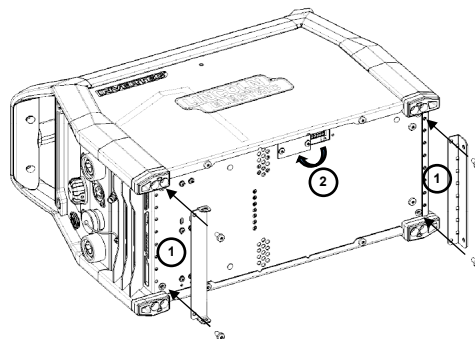

Рисунок 1
1. Поместите металлические листы адаптера под источник питания (Рисунок 1).
2. Выкрутите винт люка и поверните его на 180°. С помощью снятого винта зафиксируйте люк на источнике питания (Рисунок 1).